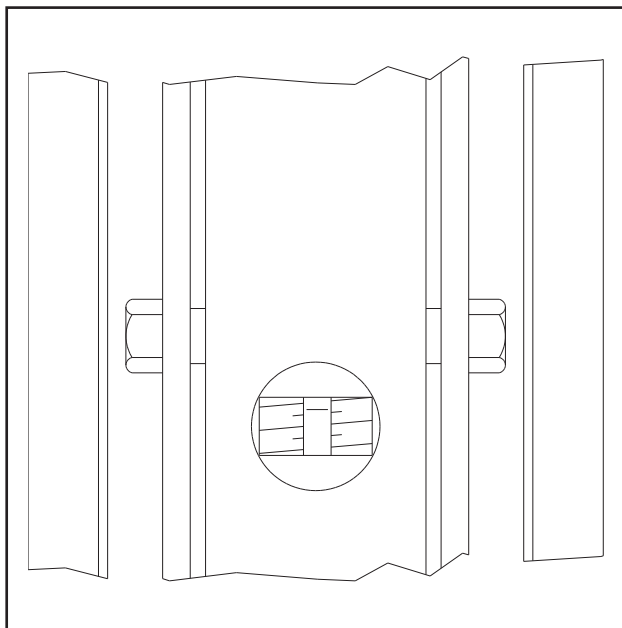

Fig.55 Abb.55
- portare i carrelli ad una altezza tale che le chioccioline si trovino in corrispondenza dei fori ricavati sui carter (Fig.55).
- raise carriages to same level as holes on side guards (Fig.55).
- Placer les chariots à hauteur telle que les écrous se trouvent en regard des trous de visite pratiqués dans les carter de vis (fig.55).
- Die Schlitten bewegen, so daß die Schnecke in Anschluß mit den auf dem Schutzgehäuse/Röhren sind (Abb. 55).